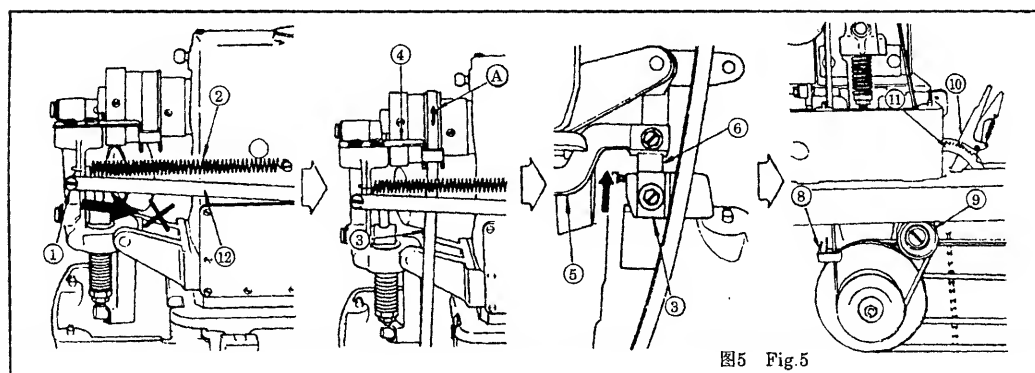

图5 Fig.5
4. 平皮带的安装方法 图5
4. ATTACHING THE FLAT BELT Fig.5